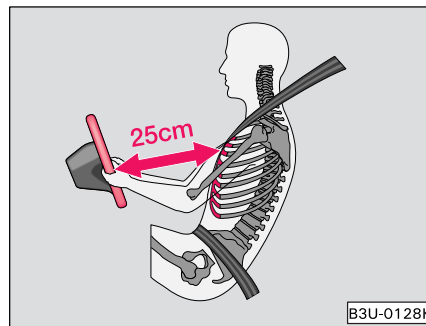

Fig. 130 Distanța sigură față de volan ►
- Conducătorul auto și pasagerul din dreapta trebuie să păstreze o distanță de cel puțin 25 cm de volan, respectiv de bord ⇒ pagina 148, Fig. 130. Dacă nu păstrați această distanță, sistemul airbag nu vă poate proteja corespunzător - Pericol! Scaunele din față și tetierele trebuie reglate întotdeauna corect, corespunzător dimensiunilor corpului.